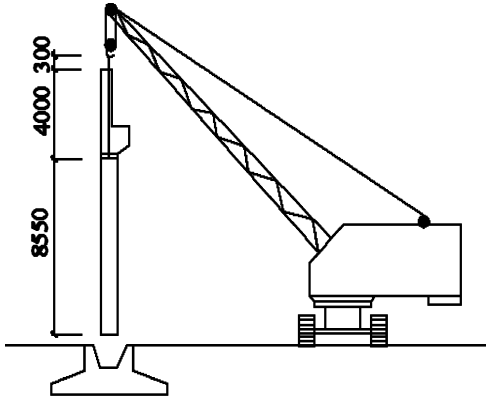

图 1
24. (1) 吊装柱如下图 1 所示，试设计计算起重机的起升高度  $H$ 。已知：柱底的安装空隙为 0.3m；(2) 吊装屋面板如下图 2 所示，图中  $E = 1.9\text{m}$ ，试设计计算起重臂最小长度  $L = \frac{h}{\sin\alpha} + \frac{b+g}{\cos\alpha}$ 。已知： $\alpha = \arctan\left(\frac{h}{b+g}\right)^{\frac{1}{3}}$ ， $b = 3.0\text{m}$ ， $g = 2.0\text{m}$ ， $h$  为起重臂底铰至屋架上弦顶面的垂直高度。